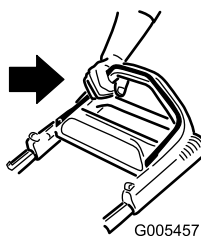

Figura 13
2. Tenete la barra di comando della lama contro la stegola (Figura 13).